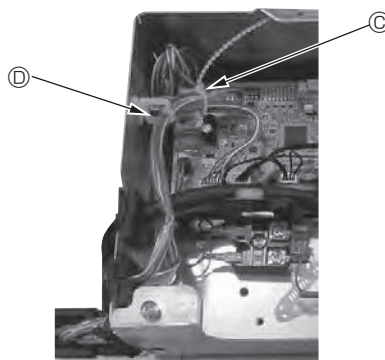

Fig. 10-14
- Помістіть надлишки з'єднувальних проводів датчика i-See та приймача сигналу в розподільний ящик, закріпіть за допомогою затискача для проводів, як показано на схемі, та скрутіть проводи разом за допомогою хому. (Fig. 10-14)